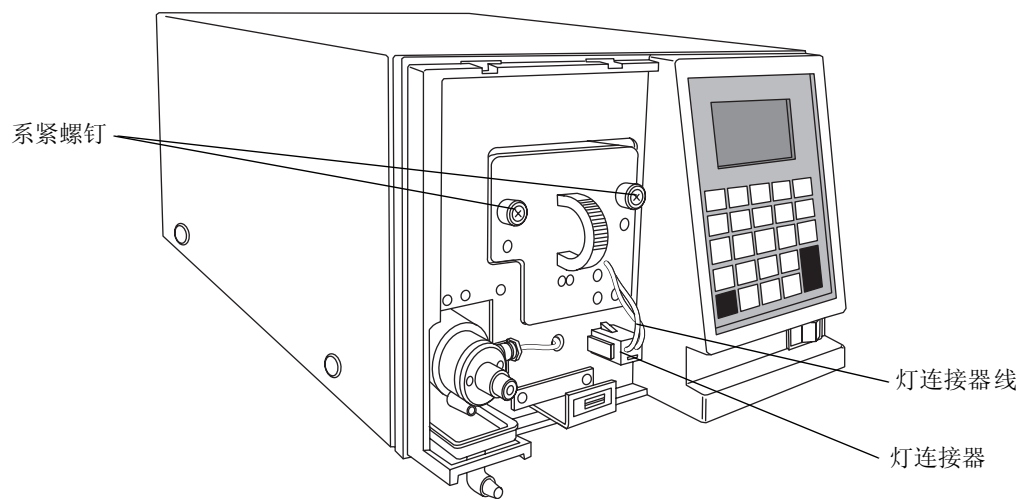

图 4-2 取下和更换灯座
3. 使用 Phillips 螺丝刀，完全拧松两个系紧螺钉，然后将其轻轻地拔出以便消除加在灯连接器线上的压力（图 4-2）。